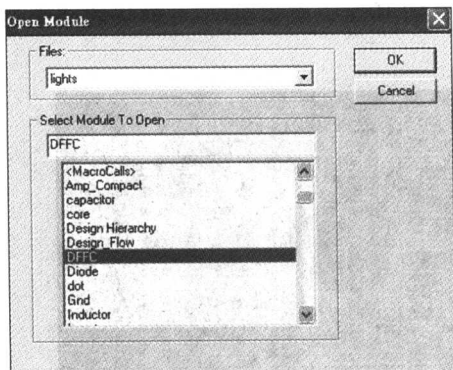

图 1.16 打开 DFFC 模块
(8) 打开模块 : 选择 Module→Open 命令, 打开 Open Module 对话框, 在 Select Module To Open 列表框中选择 DFFC 选项, 再单击 OK 按钮, 如图 1.16 所示。